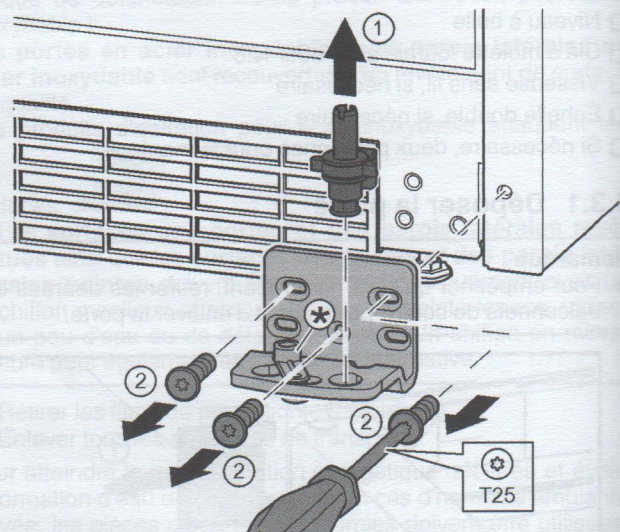

Fig. 11
- Sortir complètement par le haut l'axe de palier. Fig. 11 (1)
- Desserrer les vis avec le tournevis T25 et enlever le support de palier. Fig. 11 (2)